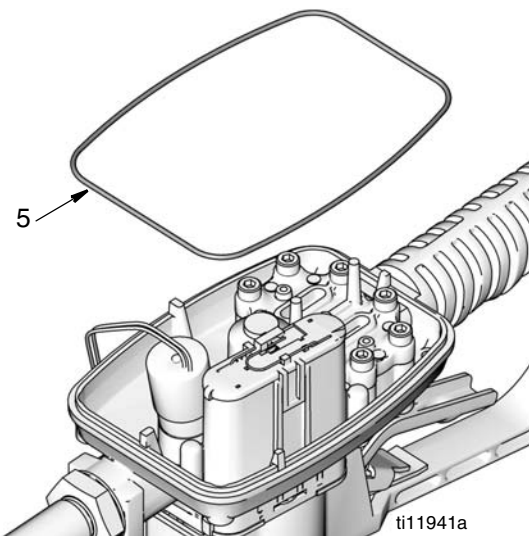

FIG. 35
- Retirer et mettre le joint torique au rebut (5) (FIG. 35).